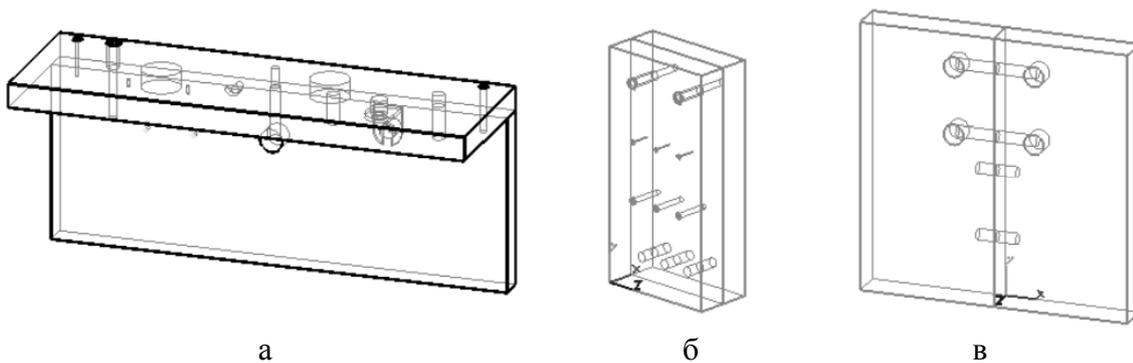

Рис. 2.24. Схемы соединения панелей
- панель-торец: евровинт, гвоздь, шуруп, шкант, петля дверная, полкодержатель, уголок, стяжка (рис. 2.24а);
- панель-панель: евровинт, гвоздь, шуруп, шкант (рис. 2.24б);
- торец-торец: шкант, двойная стяжка (рис. 2.24в);